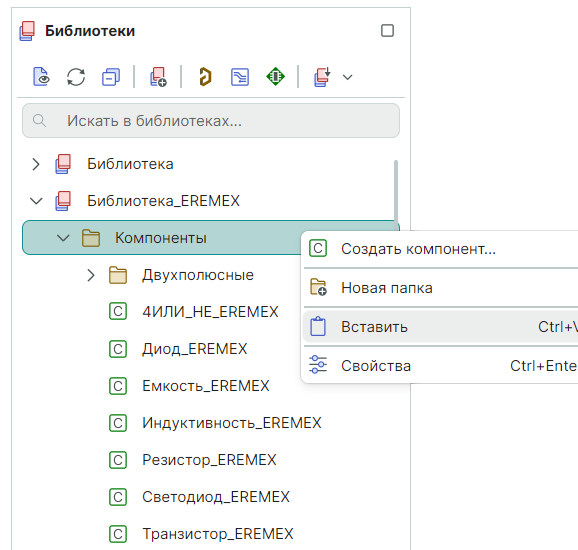

Рис. 339 Вставка библиотечного объекта из буфера памяти
4. В выбранном узле из контекстного меню выберите «Вставить», см. Рис. 339.